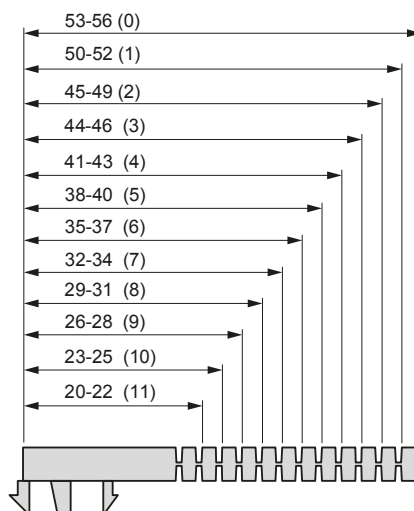

Fig 13
Ex: 41–43 (4) anger intervall för glastjocklek och antal stripps som klipps bort. Fig 13.